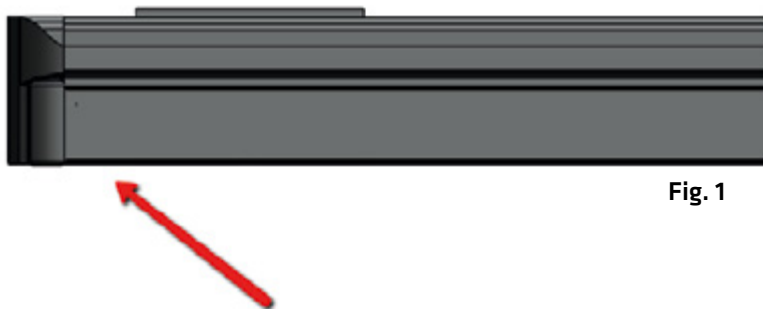

Fig. 1
1. Motoren er placeret i markisens venstre side, set udefra. For få adgang til justeringsterminalen skal markisen åbnes lidt, ca. 1/2 meter. Markisen leveres med et justeringsværktøj, som skal bruges til at justere motoren med. Har man mistet dette værktøj kan man bruge en almindelig umbraco-nøgle. (se fig.1)